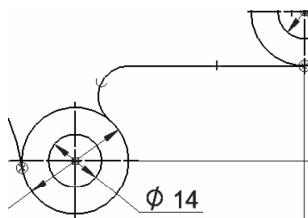

图 6-152 绘制圆角
(18) 单击【主页】选项卡【绘图】区域下的  【圆角】，在弹出的菜单栏中的  半径(R): 0.00 mm 中填入值 8mm，依次点击直线与左侧的外圆完成圆角的绘制，如图 6-152 所示。